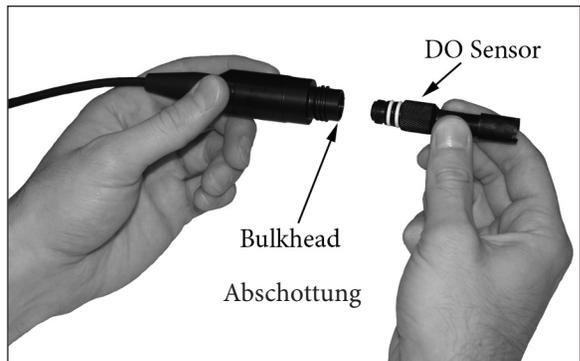

Abbildung 3
„Abschottung“ bezieht sich auf den Einzelstiftanschluss an dem Ende der Sonden-/Kabelbaugruppe, an dem der Sensor für den gelösten Sauerstoff (DO) installiert ist (Abbildung 3). Die Leitfähigkeits- und Temperatursensoren befinden sich über bzw. neben der Abschottung und können nicht vom Benutzer ersetzt werden.